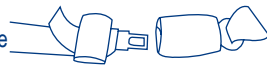

Fig. 41-2
- Un cinturón de seguridad de regazo **ajustado manualmente** se ajusta jalando el extremo libre del cinturón de seguridad mientras se empuja hacia abajo con fuerza en el Asiento de Seguridad ó Base. Si experimenta dificultad para ajustar el cinturón de seguridad, desenganche de la hebilla el cinturón de seguridad, ajuste el cinturón de seguridad un poco y vuelva a enganchar la hebilla del cinturón de seguridad. Repita este procedimiento hasta que el cinturón de seguridad este muy ajustado alrededor del Asiento de Seguridad ó Base. Verifique que el cinturón de seguridad permanezca muy ajustado alrededor del Asiento de Seguridad ó base. (Fig. 41-2)